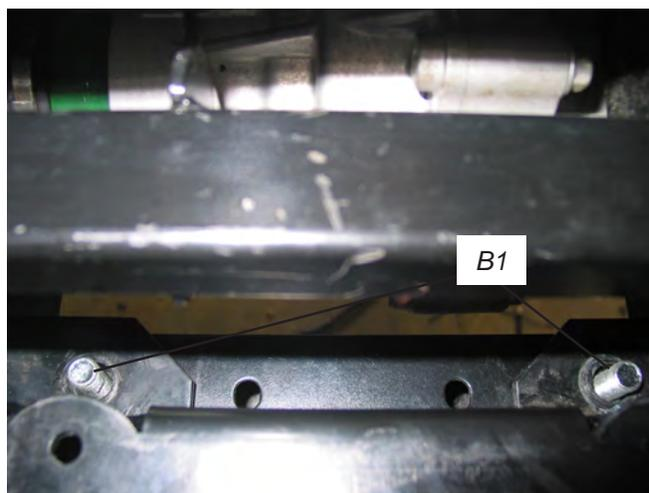

Figure 8 Installez les fixations
- Remplacez le pare-chocs sur le véhicule. Positionnez le kit de montage de lame sur les fixations installées à l'étape 3. Voir Figure 8.